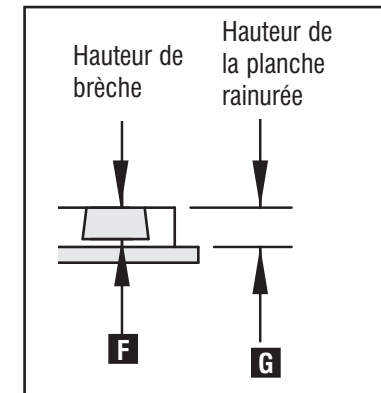

Fig. G7
REMARQUE : n'oubliez pas que la hauteur de la brèche (F), Fig. G7, (ou profondeur de la mèche de toupie) ne peut être plus grande que la hauteur de la rainure (G).